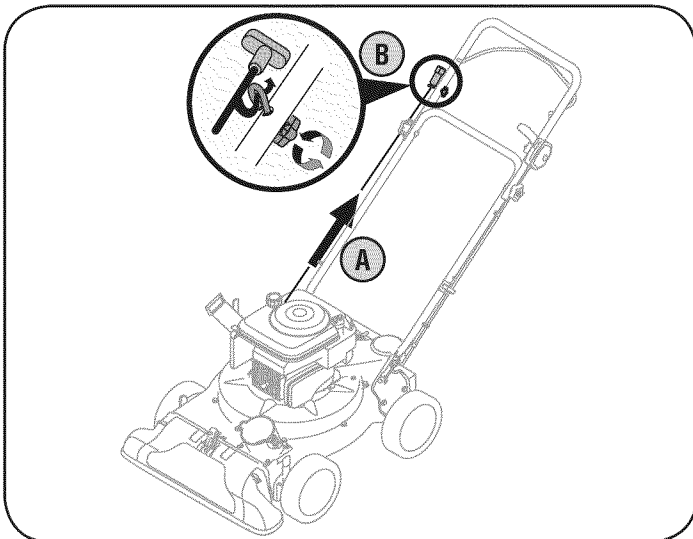

Figura 4
- a. Tire lentamente de la cuerda de arranque para sacarla del motor. Vea la figura 4.
- b. Deslice la cuerda de arranque en la guía. Ajuste la tuerca de mariposa. Vea la figura 4.